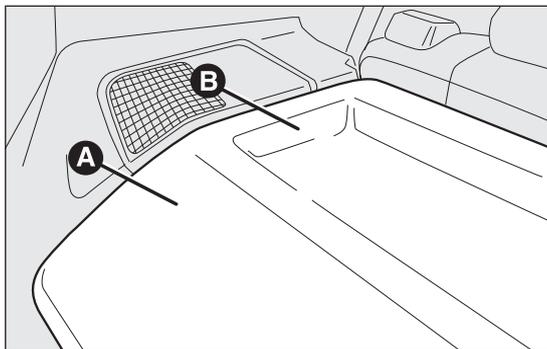
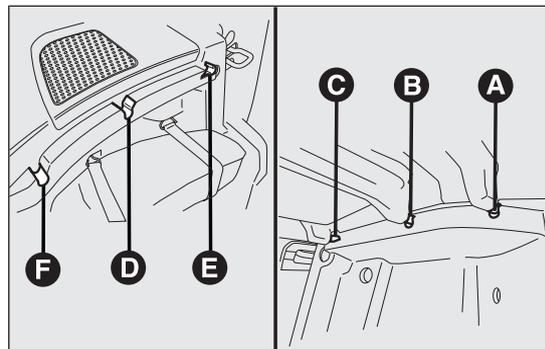

fig. 69
fig. 70
La plage arrière fig. 69 est constituée de deux parties.
- ouvrir le hayon du coffre à bagages et soulever la partie avant A fig. 69 en détachant la fixation A fig. 70 du logement F fig. 70 ;
- soulever la partie arrière B fig. 69 en détachant les fixations B et C fig. 70 des logements D et E fig. 70 ;